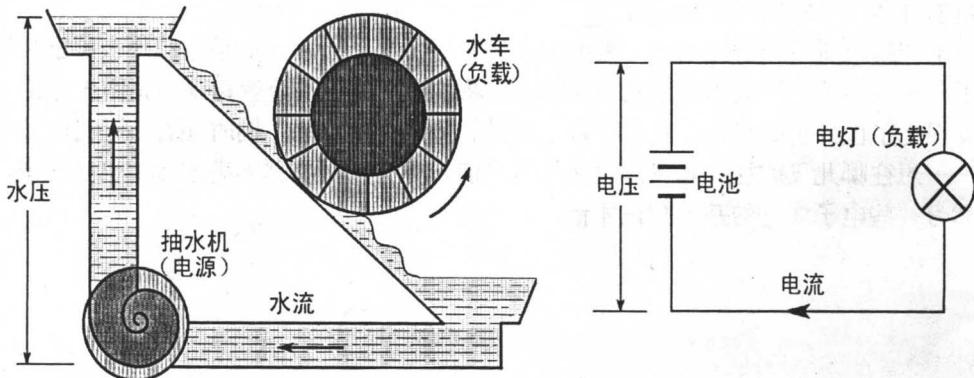

图 1-1-2 水路与电路的比较
在图 1-1-2 左边的“水路”中，水泵的作用是将水位比较低的水抽到比较高的地方，形成水位比较高的水，然后水就会在重力的作用下流动，从而推动一台水磨机转动；在右边的“电路”中，电池就像水泵，将比较低的电位（电池的负极）变成比较高的电位（电
1. 用电池、小电珠和导线按如图 1-1-2 所示电路图搭接一个电路，看看这个电路能否让小电珠发光，再分别将电路中的接触点一一断开，看看电珠是否还能发光，然后再想想只有电压是否一定可以产生电流？产生电流的条件是什么？